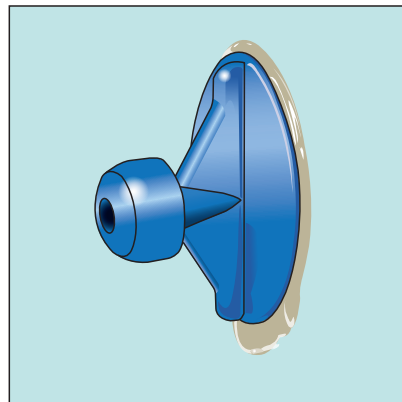

Fig. 2
3. Appliquer la colle chaude à la pastille et la placer au centre de la bosselure (voir Fig. 2).